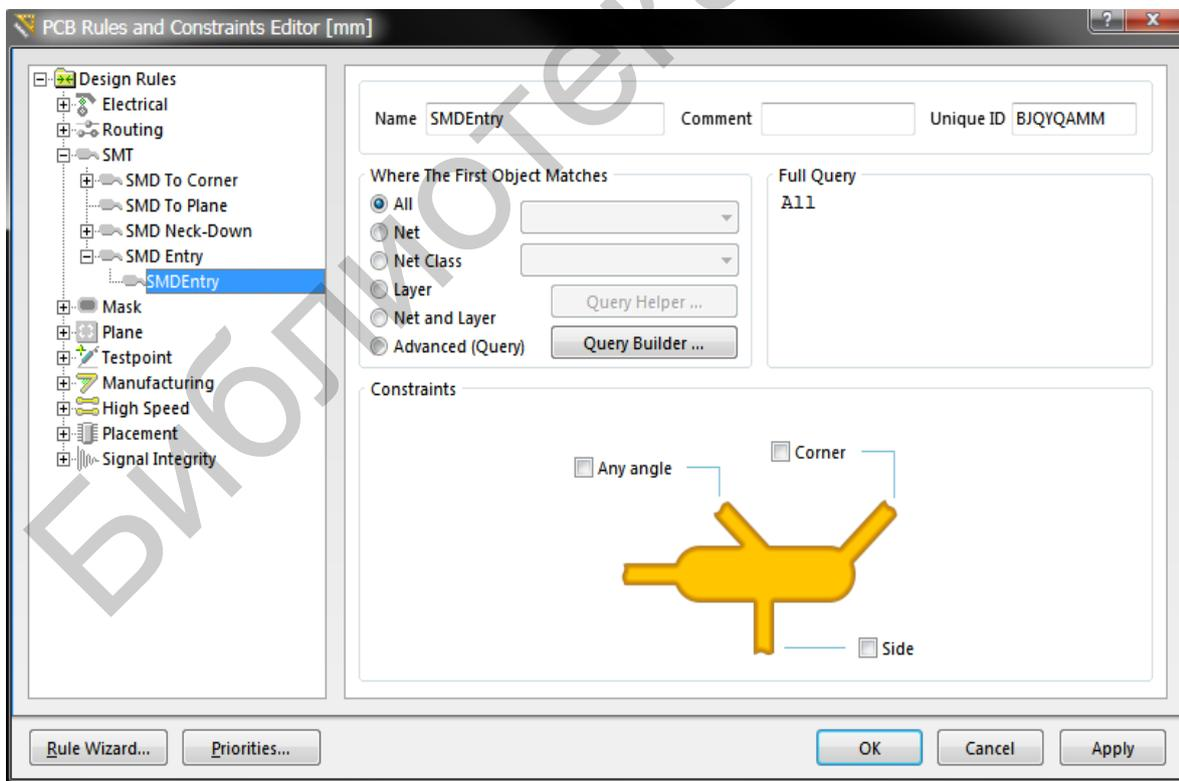

Рис. 4. Редактор печатных плат
5. Редактор печатных плат. С помощью мощной, полностью визуализированной системы задания и проверки правил проектирования пользователь получает полный контроль над процессом разработки топологии. Система задания правил проектирования (рис. 4) состоит из 51 позиции, которые разбиты на 10 категорий, включая такие, как правила трассировки, производства, правила проектирования высокочастотных блоков, правила разводки дифференциальных пар и т. д.